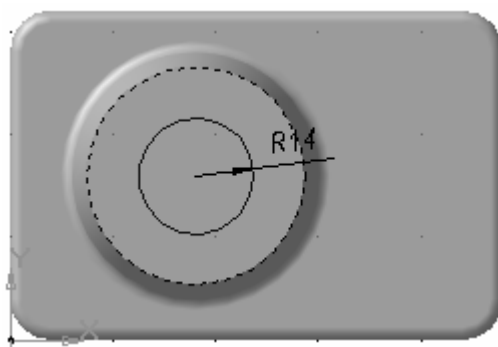

Рис. 3.8. Эскиз отверстия в бобышке
17. Постройте эскиз отверстия, изображенный на рис. 3.8.